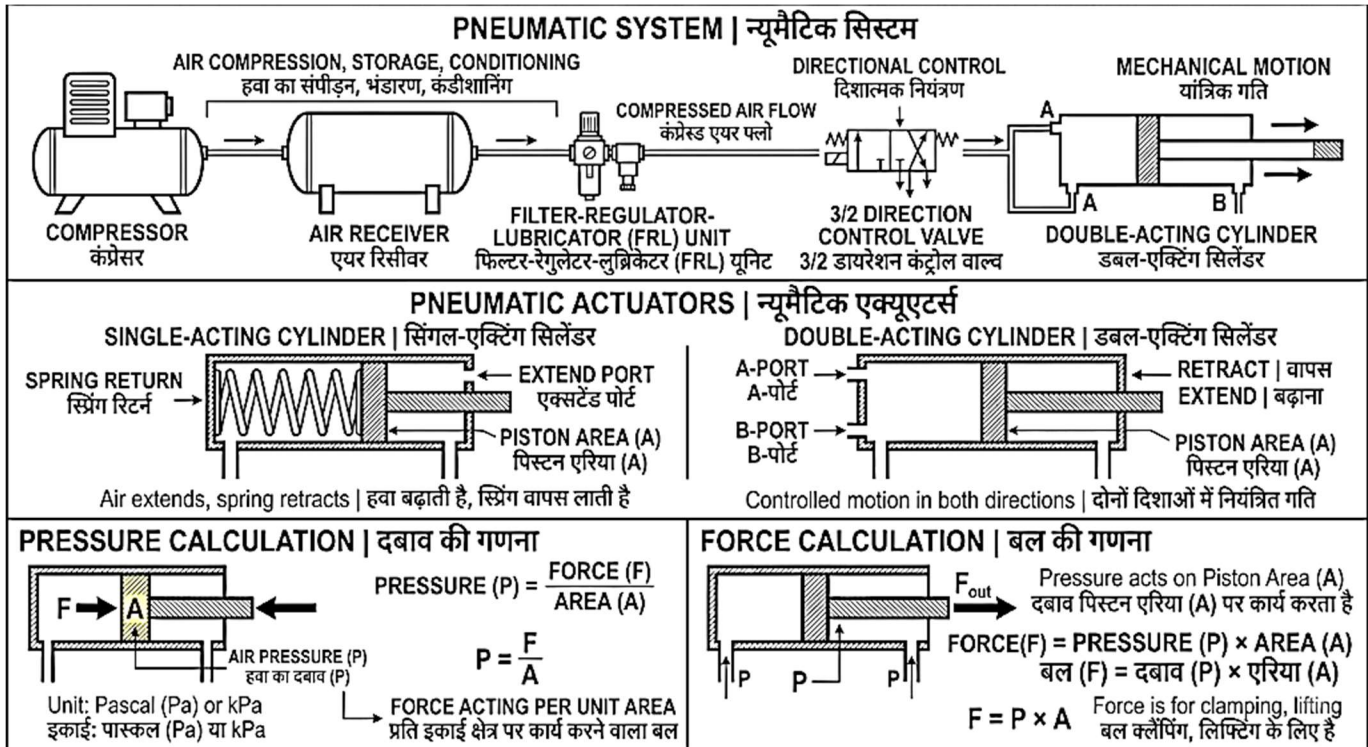

Fig.5.10: Applications of Pneumatics | न्यूमैटिक्स के अनुप्रयोग
5.10.1 Introduction to Pneumatics (Fig.5.10)
5.10.1 न्यूमैटिक्स का परिचय (Fig.5.10)